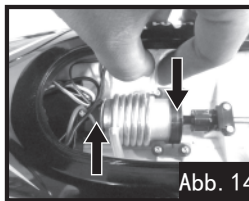

Abb. 14
14. Schließen Sie den Kunststoffwasserschlauch an das Kühlrohr des Motors an, Abb. 14 15. Bringen Sie die Motorschutzabdeckung an und befestigen Sie sie mit 2 Schrauben am Sitz, Abb. 15 16. Verbinden Sie die Kabelstecker von Motor und Akku, Abb. 16